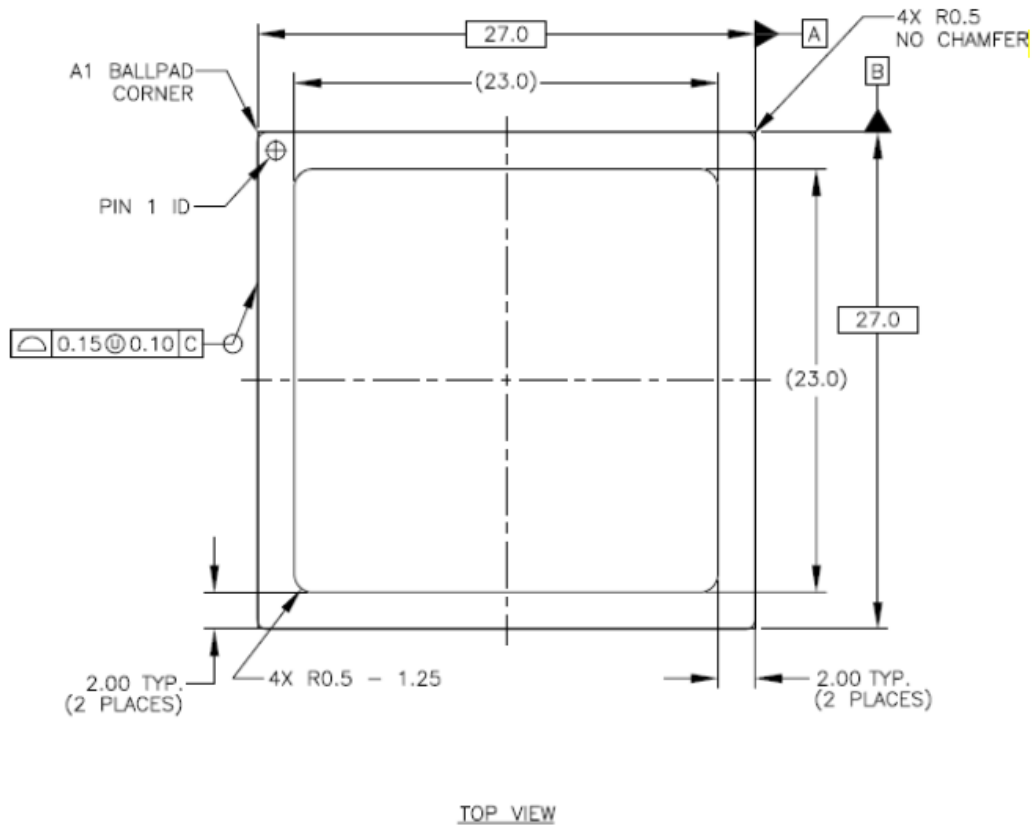
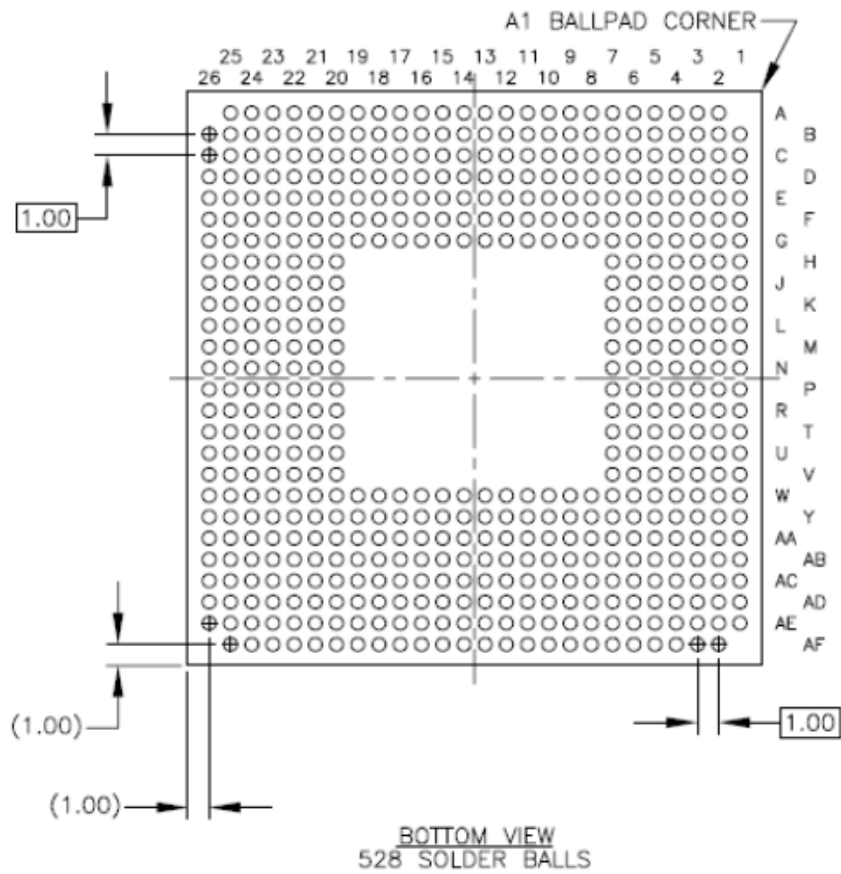

图 1-1: FCBGA 封装顶视图
图 1-2: FCBGA 封装底视图
申威 421M/221 处理器采用 FC-BGA532 封装，封装引脚数量 528，芯片四角各预留一个 Ball。申威 421M/221 处理器外观如图 1-1、图 1-2 和图 1-3 所示，图 1-1 为顶视图，图 1-2 为底视图，图 1-3 为侧视图。
- 2) 接点数量: 528, 分布为 26×26 阵列, 接点分布参见图 1-2。